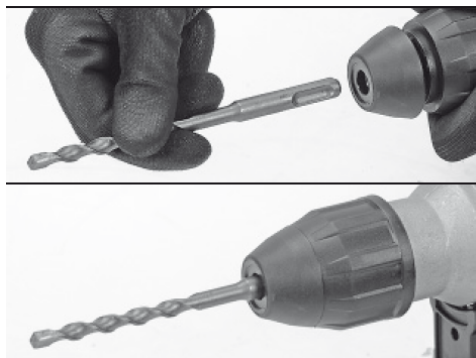

Рисунок 5. Схема встановлення свердла (зубила) в патрон стандарту «SDS-plus».
- вставити свердло (зубило) (рис. 5) в патрон, трохи відтягнувши обойму патрона;